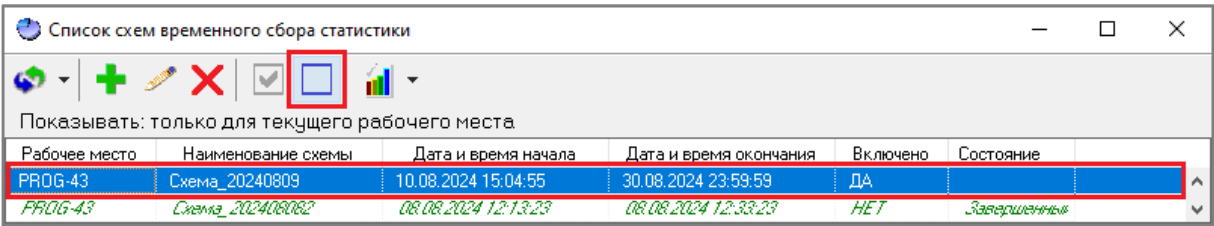

Рисунок 12-120 Отключение схемы ВСС через панель инструментов окна "Список схем временного сбора статистики"
- либо нажмите кнопку «Отключить схему(ы)»  на панели инструментов (см. п. 12.6.1.1) окна «Список схем временного сбора статистики» (см. Рисунок 12-120);